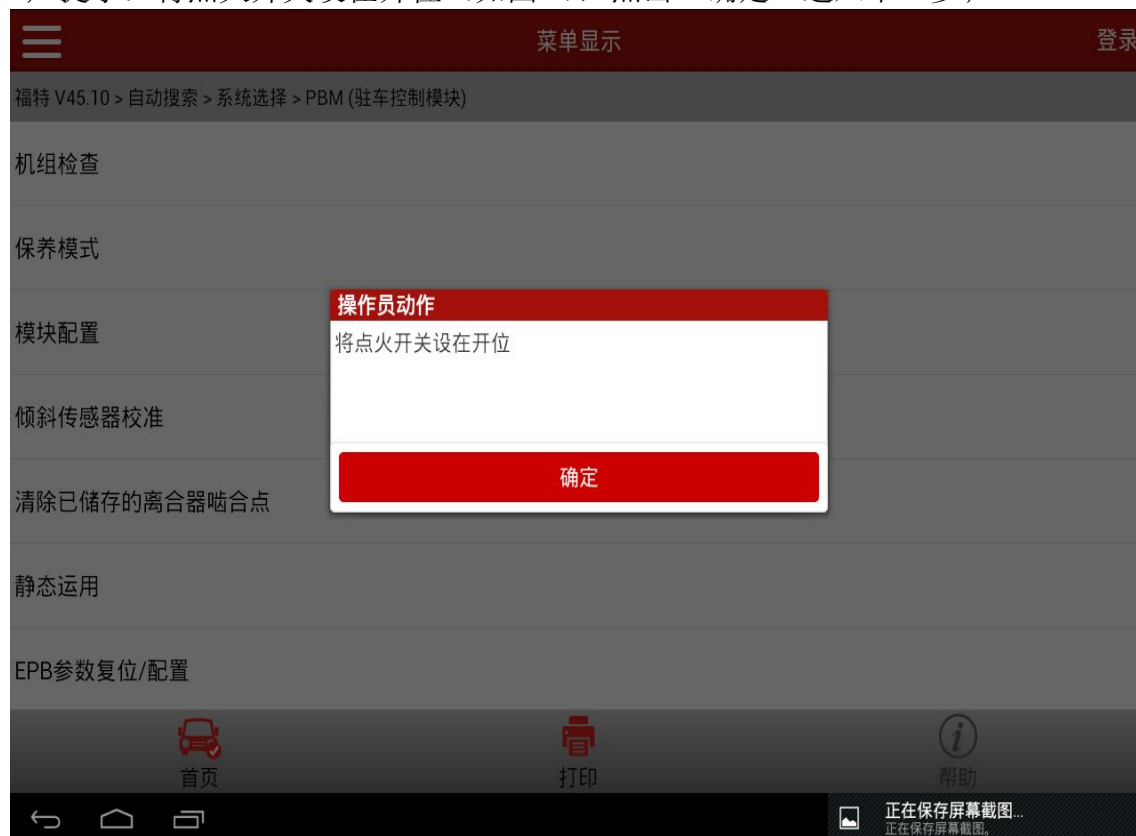

图 6
6). 提示：将点火开关设在开位（如图 6），点击“确定”进入下一步；